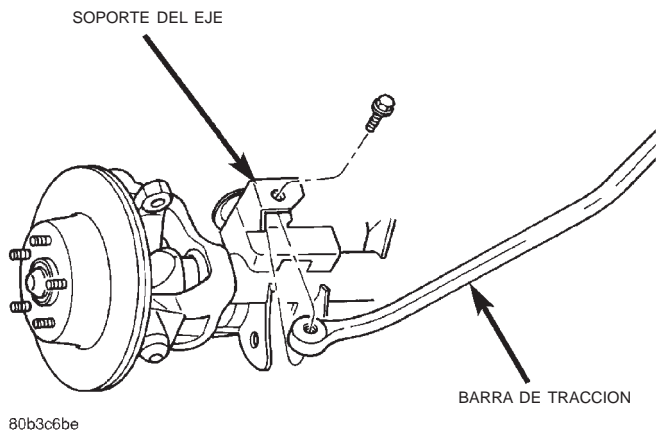

Fig. 15 Soporte del eje de la barra de tracción
- (3) Retire el perno del soporte del cuerpo tubular del semieje (Fig. 15). Retire la barra de tracción.